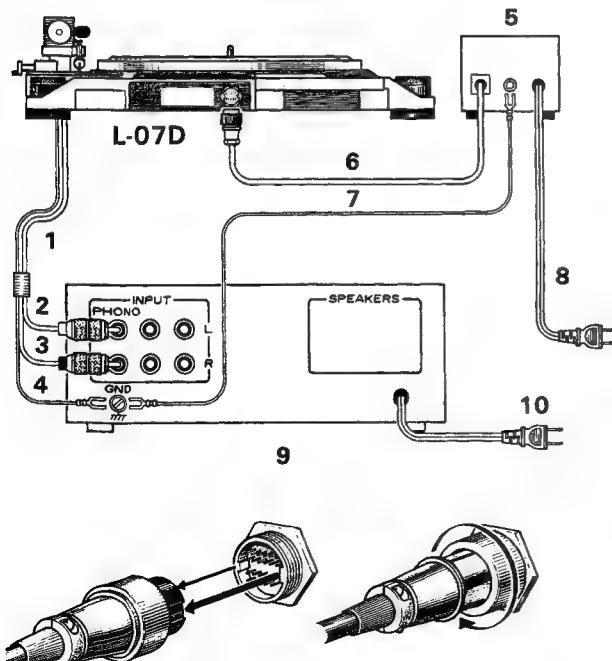

Fig. 9
1. Raccorder le cordon de commande au connecteur placé à l'arrière de l'appareil. Comme indiqué Fig. 9, le connecteur comporte différentes rainures; il est de type verrouillage à vis. Introduire correctement et serrer la vis pour verrouiller le connecteur.
1. Den Steckverbinder am Ende des mit dem Steuergerät fest verbundenen Steuerkabels an die aus Fig. 9 ersichtliche Buchse auf der Rückseite des Plattenspielers anschließen. Der Steckverbinder hat zwei verschiedene Nuten und Führungsrippen, die ein falsches Einsetzen in die Buchse des Plattenspielers verhindern. Nach Anschluß des Steuerkabels die Überwurfmutter des Steckverbinder festziehen.
2. Das mitgelieferte Erdungskabel mit den GND-Klemmen des Steuergeräts und des Verstärkers verbinden. Siehe Fig. 9.
1. Verbindt de regelkabel met de aansluiting aan de achterzijde van de platenspeler. Zoals in fig. 9 is te zien, heeft de connector twee verschillende soorten groeven en ribbels en heeft schroefvergrendeling.
1. Anslut kontrollkabeln till kontakten på skivspelarenens baksida. Som visas på bild 9 har kontakten två olika typer av styrspår och läses fast med gänga. Sätt i kontakten korrekt och skruva fast den.
3. Anslut signalkabeln till förstärkarens PHONO-kontakt och jordkabeln till jordkontakten (se bild 9).